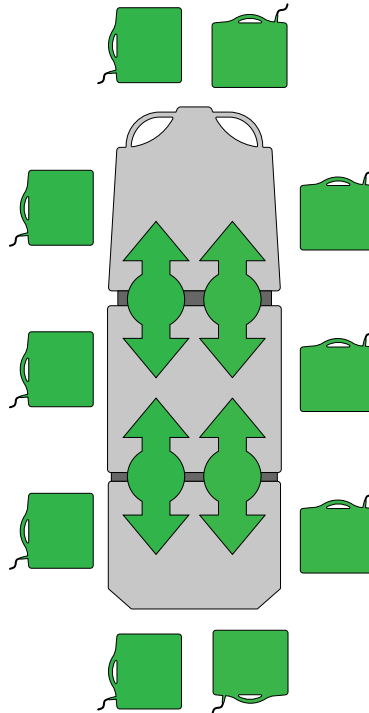

Figura 30 – Inserción o retirada de chasis radiográficos en la opción Prime X
1. Centre al paciente en el producto utilizando las etiquetas indicadoras de posición situadas en todos los laterales del producto (Figura 30).